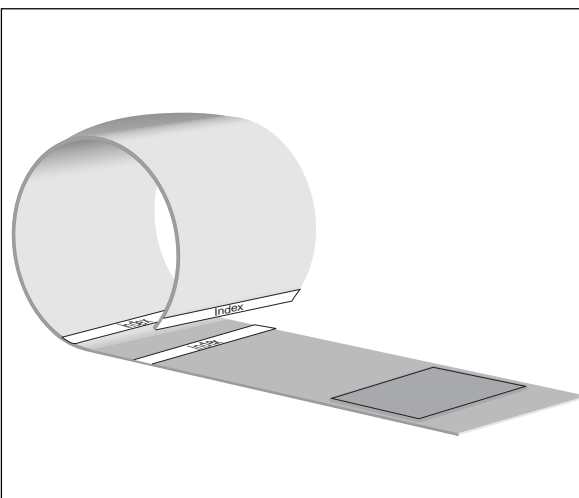

Fig. 4-2 Mise en place du brassard
- la ligne blanche en tirets à l'extrémité du brassard se trouve entre les deux lignes en tirets **Index** quand vous fermez le brassard (si tel n'est pas le cas, choisissez une autre taille de brassard, Fig. 4-2)